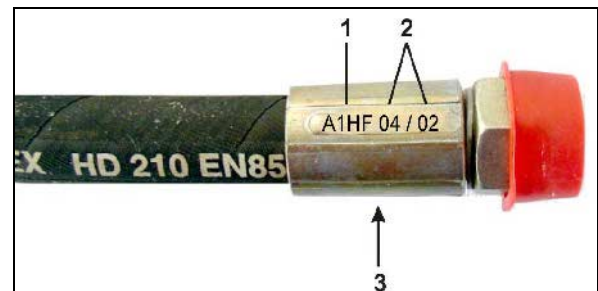

Рис. 133
1. Выверните болты и снимите оба защитных кожуха (Fig. 133/1) с внутренней стороны тормозного барабана.
Грязь может скапливаться на тормозных накладках (Fig. 133/2) и значительно снижать эффективность торможения.